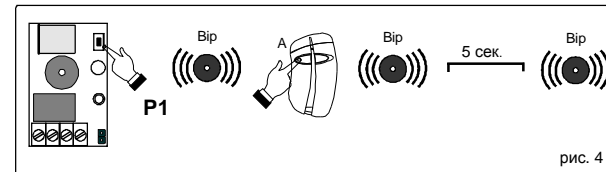

рис. 4
1) Нажмите P1 до звукового сигнала зуммера; 2) Нажмите кнопку на передатчике: приемник подает звуковой сигнал и реле временно включается, 3) На этой стадии, приемник остается в стадии программирования, в ожидании других передатчиков для запоминания. 5 сек. после последнего передатчика, раздается звуковой сигнал и процедура заканчивается (рис. 4).
With this procedure it is possible to memorize the transmitters without accessing to P1 (Fig. 4).